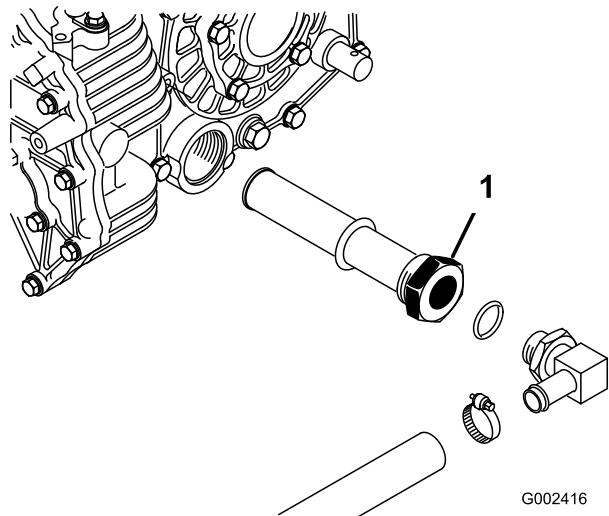

Figure 71
5. Notez l'orientation du flexible hydraulique et du raccord à 90° raccordé à la crêpine sur le côté du réservoir (Figure 71).